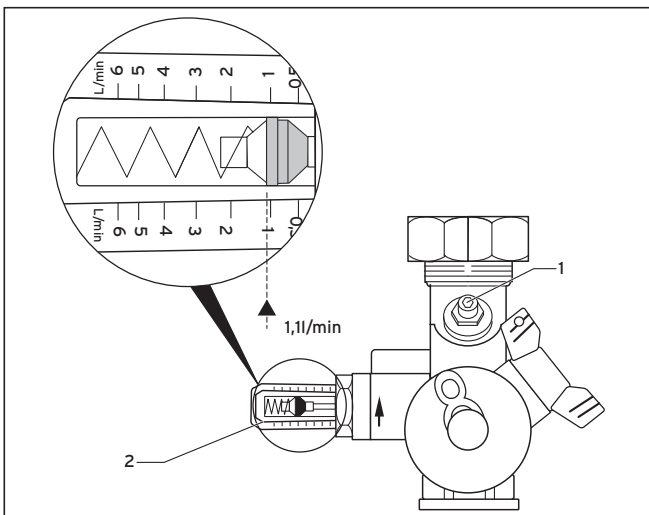

Fig. 8.2 Limiteur de débit
Le limiteur de débit (→ Fig. 8.2) est un composant essentiel de l'installation solaire.
- Procédez, après un premier réglage approximatif au moyen de la pompe de circulation, à un réglage plus précis avec la vanne de régulation (1) du limiteur de débit (→ Fig. 8.2). Vous pouvez lire sur l'affichage (2) la valeur de réglage.